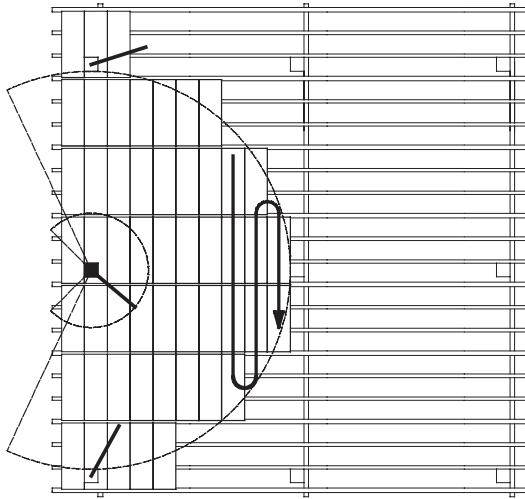

Abbildung 35. *Abdeckprozess.*
1. Planen Sie den Bereich stets im Voraus und stellen Sie sicher, dass für den ersten SkyReach der geeignetste Platz gewählt wird. Es ist äußerst wichtig, dass der geschützte Bereich fortlaufend abgedeckt wird, angefangen beim SkyReach Anker in der Prioritätenfolge wie in Abbildung 35 gezeigt.